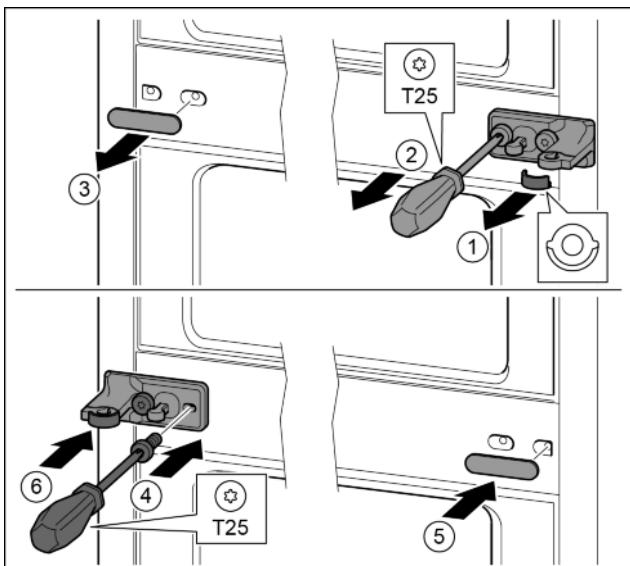

Fig. 25
- Снять шайбу. *Fig. 25 (1)*
- Выкрутить винты отверткой T25. *Fig. 25 (2)*
- Осторожно снять крышку. *Fig. 25 (3)*
- Плотно прикрутить опорный кронштейн с подкладкой с поворотом на 180° с другой стороны. *Fig. 25 (4)*
- Установить крышку с поворотом на 180° с другой стороны. *Fig. 25 (5)*
- Спереди надвинуть шайбу. *Fig. 25 (6)*